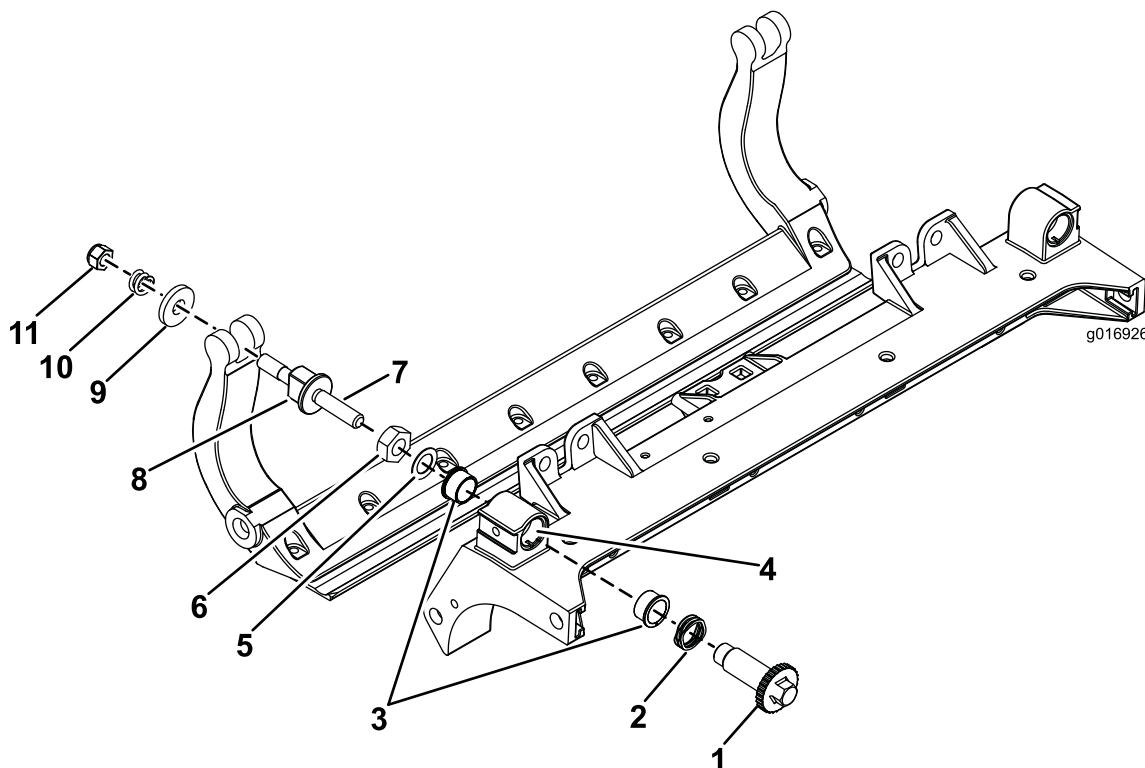

Bild 33
1. Entfernen Sie alle Teile (siehe *Installationsanleitung* für das HD-DPA-Kit, Modellnr. 120-7230, und auch Bild 33).
2. Tragen Sie ein Gleitmittel innen im Büchsenbereich am Trägerrahmen der Schneideinheit auf (Bild 33).
3. Fluchten Sie die Keile an den Flanschbüchsen mit den Schlitten im Rahmen aus und setzen Sie die Büchsen ein (Bild 33).
4. Legen Sie eine Wellenscheibe auf die Einstellerwelle und schieben Sie die Welle auf die Flanschbüchsen im Schneideinheitrahmen (Bild 33).
5. Befestigen Sie die Einstellerwelle mit einer Flachscheibe und einer Sicherungsmutter (Bild 33). Ziehen Sie die Sicherungsmutter mit 20-27 N m.
Hinweis: Legen Sie eine Nylonscheibe an jede Seite des Seitenplattenansatzes. Legen Sie eine Stahlscheibe außen auf jede Nylonscheibe (Bild 33).